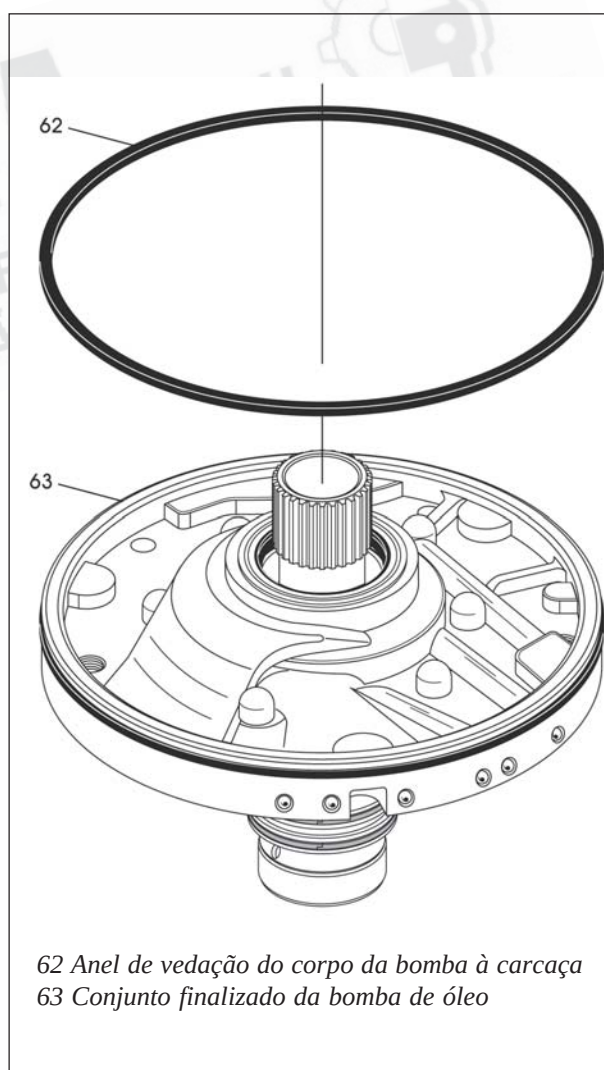

Figura 207
15. Instale um novo vedador do corpo da bomba à carcaça do conversor em sua ranhura, conforme mostra a figura 207.